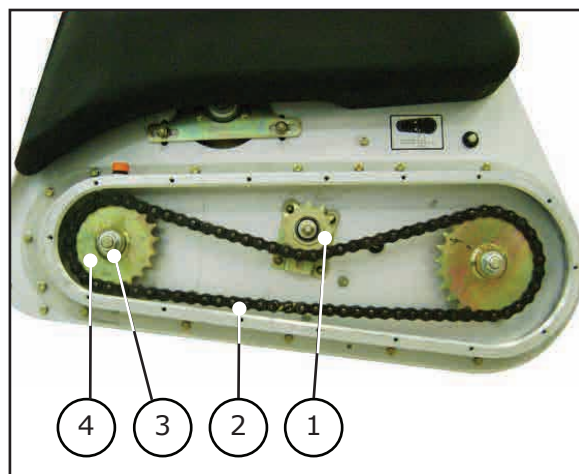

Figura 24
- d) Solte a engrenagem tensora (1) e remova a corrente (2), figura 24.
- e) Solte a porca (3) e remova a engrenagem (4) figura 24.